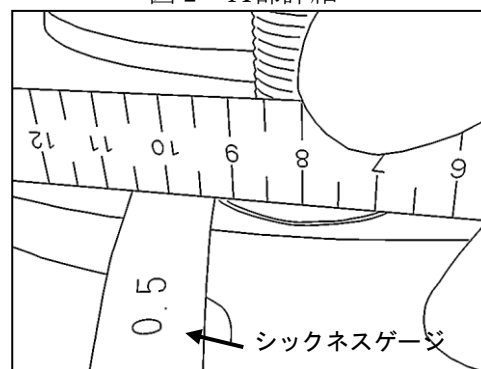

図 4
3. 1 箇所未摩耗部に直定規を密着させ、脇にて段差を計測する。(図 4)